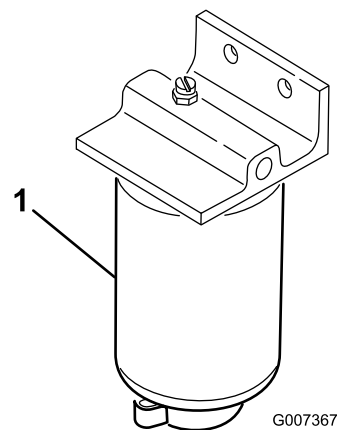

Figura 46
1. Coloque un recipiente limpio debajo del filtro de combustible (Figura 46).
2. Limpie la zona de montaje del filtro (Figura 46).